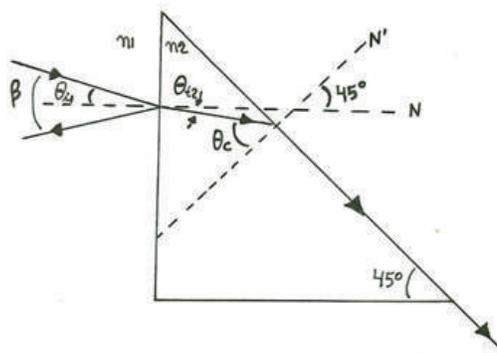

Figura 5.9. Ángulo crítico
- c) Coloque el prisma para que el rayo incidente entre como se indica en la figura 5.9, el rayo saliente del prisma debe ser paralelo al eje de 90° del disco graduado (figura 5).
- d) Gire el disco óptico hasta que el haz refractado esté sobre la hipotenusa del prisma (figura 5.9).